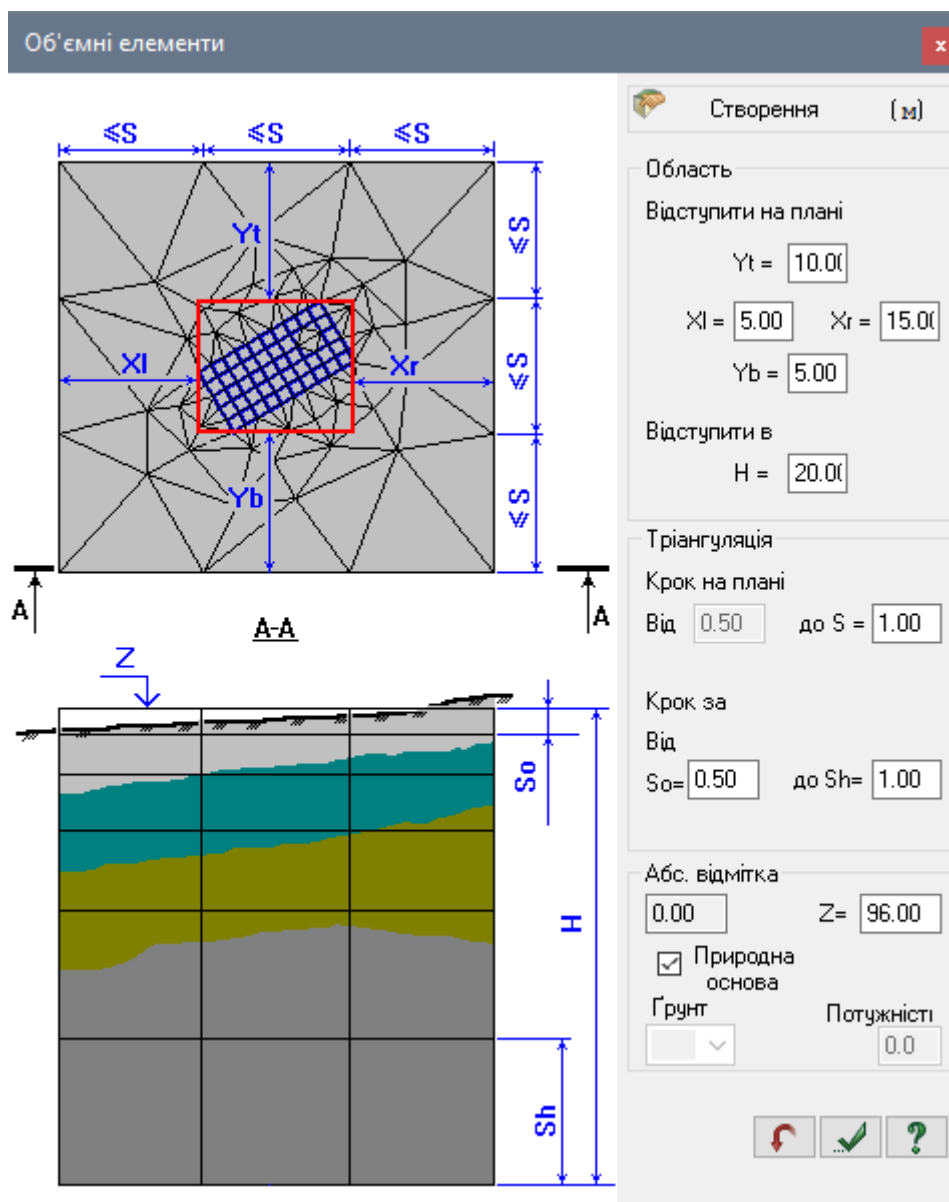

Рис. 17.10. Діалогове вікно **Об'ємні елементи**
- Викличте діалогове вікно **Об'ємні елементи** (рис. 17.10) натисканням по кнопці  - **Об'ємні елементи ґрунту** (панель **Схема** на контекстній вкладці **Ґрунт**).